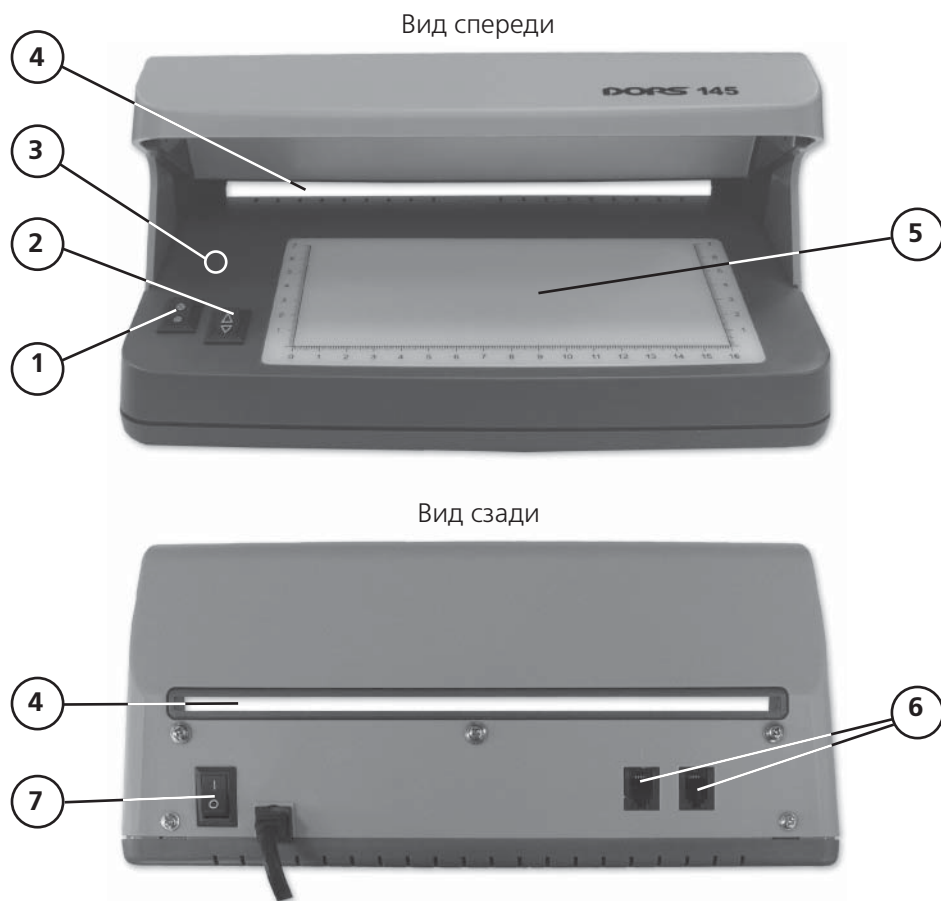
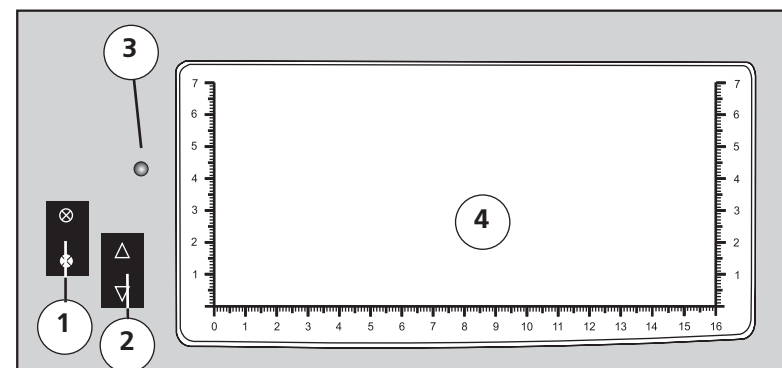

Рис. 1
Рис. 2
1. Подключите прибор к сети (220 В, 50 Гц). При этом начнёт светиться индикатор подключения к электрической сети (рис. 1, поз. 3). Включите прибор нажатием клавиши выключателя «Сеть» на задней панели (рис. 1, поз. 7) – просмотрная зона (рис. 2, поз. 4) осветится синим или белым светом, в зависимости от положения переключателя "УФ/белый свет".
2. Расположите одну или несколько банкнот на передней панели прибора в просмотрной зоне (рис. 2, поз. 4).
прибора (рис. 2, поз. 1) выберите необходимый режим работы:
При помощи переключателя (рис. 2, поз. 2) можно выбрать режим проверки в белом свете: